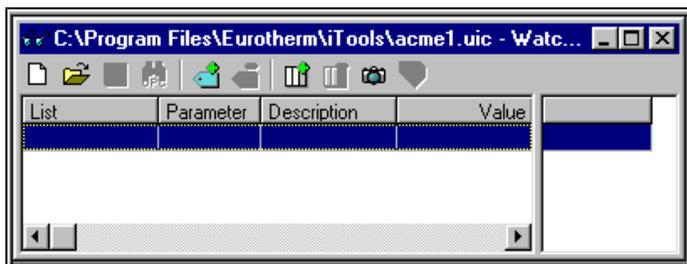

Figure 5-8 : fenêtre Vue personnalisée/recette
2. Une fenêtre Vue personnalisée/recette s'affiche, cf. figure 5-8